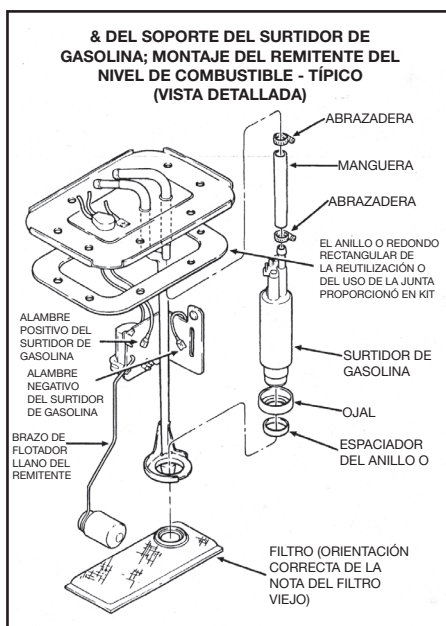

figura 1
- 1) Inserte la entrada de la bomba nueva en la arandela de goma provista en el kit de instalación. Luego, deslice el separador de la junta tórica provisto en el kit hacia la entrada de la bomba (ver figura 1).
Instale el filtro en la bomba. Tenga en cuenta que debe volver a la posición original la pestaña de orientación del soporte. El filtro nuevo debe tener la misma orientación que el usado o el brazo de la boya del transmisor de nivel de combustible puede obstruirse e indicar erróneamente el nivel de combustible (ver figura 1). Asegúrese de que el filtro esté apoyado completamente en la bomba y que no se caerá. La bomba se puede dañar si el filtrado no es el adecuado. Si no utiliza el filtro nuevo provisto en el kit, la garantía de la bomba no será válida.
Instale el soporte de la bomba en el tanque de combustible, utilizando el nuevo sello del tanque con junta tórica para los soportes con superficie redonda o vuelva a usar la junta rectangular para los soportes con superficie rectangular (ver figura 1).